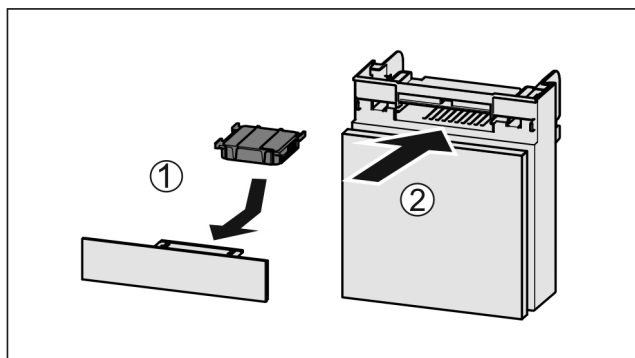

Fig. 138
- Filtr s aktivním uhlím vložte podle vyobrazení Fig. 138 (1).
- Zásuvku zasuněte Fig. 138 (2).